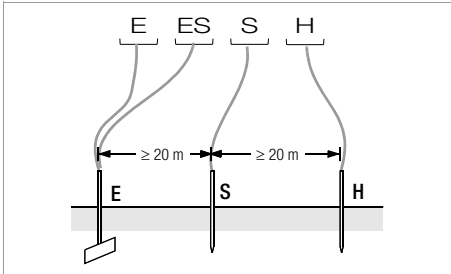

Figure 3 Mesure de la résistance de terre selon la méthode à quatre fils
- ↪ Installez les perches de la sonde et de la prise de terre auxiliaire à au moins 20 m et 40 m de la sonde (voir figure 3, page 19).